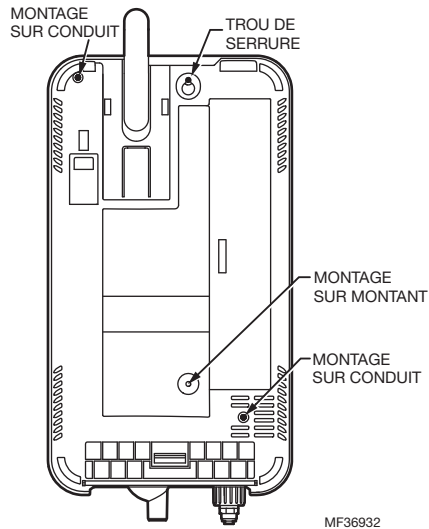

Fig. 12. Emplacements de montage (vue arrière).
Le HM750 présente un trou de serrure et trois orifices de montage supplémentaires, comme représenté sur la Fig. 12.
1. Retirez le couvercle de l'humidificateur et sortez le cylindre. Insérez la vis supérieure jusqu'à ce qu'il n'y ait plus que 6 mm (0,25 po) exposés. Suspendez l'humidificateur à la tête de la vis par le trou de serrure (Fig. 12).
2. Assurez-vous que l'humidificateur est de niveau, puis fixez-le au montant à l'aide d'une autre vis au niveau de l'emplacement inférieur de montage sur le montant (Fig. 12).
4. Assurez-vous que l'humidificateur est de niveau, puis fixez-le au conduit à l'aide de deux vis aux emplacements de montage sur conduit (Fig. 12) et remettez le couvercle en place.